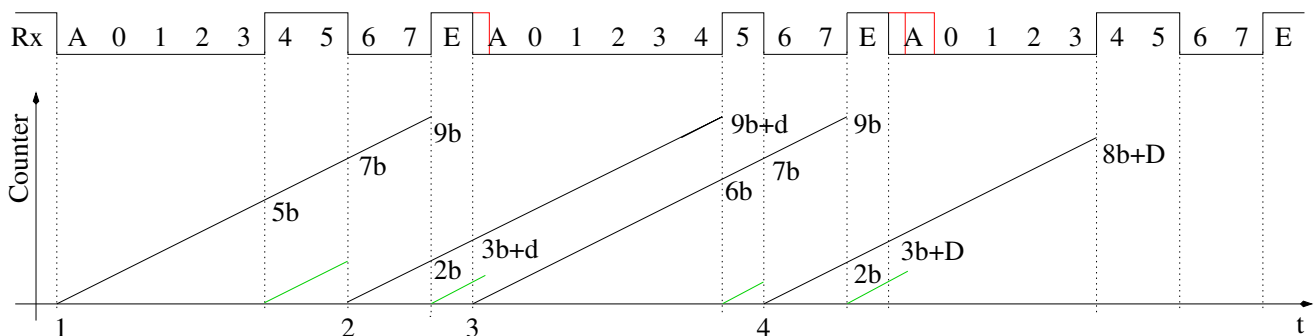

Abbildung 3.6. Mögliche Zeitmessungen für die STK\_GET\_SYNC Bitfolge
gefolgt vom Steuerzeichen CRC\_EOP (0x20). Bei der seriellen Übertragung ist als Ruhezustand der High-Pegel (1) verabredet. Die Übertragung beginnt dann mit einem Start-Bit auf Low-Pegel (0). Unmittelbar darauf wird die verabredete Zahl der Datenbits (8) beginnend mit dem niederwertigsten Bit übertragen und dann die Übertragung mit einem oder mehreren Stop-Bit (1) abgeschlossen. Der Pegel jedes einzelnen Bits wird für die verabredete Baud-Zeit beibehalten. Unmittelbar nach dem Ende der Stop-Bit Übertragung kann das nächste Start-Bit folgen. Es kann aber auch eine Pause mit nicht definierter Zeit bis zur Übertragung der nächsten Bitfolge auf das Stop-Bit folgen. In der Abbildung 3.6 ist das erwartete Ergebnis für die möglichen Zeitmessungen dargestellt. Auf der Zeitachse „t“ sind vier mögliche Startpositionen für eine vollständige Zeitmessung dargestellt. Der Counter wird jeweils bei einer erkannten 1 - 0 Flanke gestartet. Die richtige Startposition für das STK\_GET\_SYNC Zeichen ist mit der „1“ markiert. Die Marken „2“, „3“ und „4“ zeigen die Situation für drei falsche Startpositionen. Bei der Marke „2“ und „4“ wird fälschlicherweise eine 1-0 Flanke in der Datenübertragung als Start-Bit angenommen. Bei der Marke „3“ wird zwar ein Start-Bit richtig erkannt, es ist aber das falsche Zeichen (CRC\_EOP). Es können immer dann die falschen Start-Bits erkannt werden, wenn der Bootloader erst gestartet wird, wenn die Datenübertragung schon läuft. In der Abbildung 3.6 sind die erwarteten Zählerstände für die 4 möglichen Startfälle angegeben. Dabei bedeutet das „b“ den Zählerstand für ein Bit (Baud-Dauer), das „d“ steht für eine mögliche Zeitverzögerung zwischen dem Ende der Stopbit-Übertragung bis zum Beginn eines neuen Startbits. Das „D“ steht für eine zu erwartende lange Zeitverzögerung bis zum nächsten Startbit. Die Sendesequenz ist hier zu Ende und der Rechner wartet auf eine Antwort des AVR's. In der Rx-Reihe sind die Datenbits von „0“ (kleinstes Bit) bis „7“ (höchstes Bit) nummeriert. Das Start-Bit ist mit „A“ und das Stop-Bit mit „E“ gekennzeichnet. Das erste Byte ist die Codierung des STK\_GET\_SYNC Kommandos und das zweite Byte die Kodierung des Steuerzeichen CRC\_EOP.